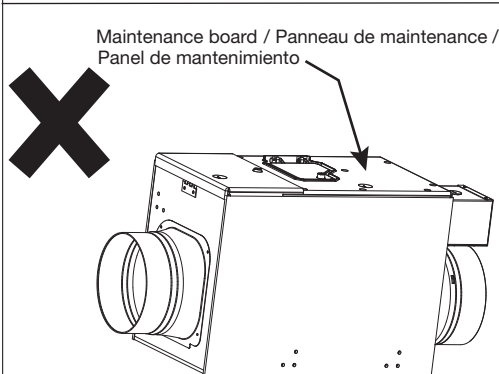
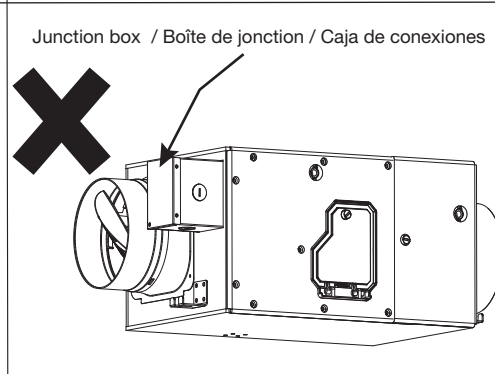

Fig. 3
Fig. 4
**Do not install the product as the directions shown in Fig. 3 and Fig. 4.**
**Ne pas installer ce produit dans le indiqués dans Fig. 3 et Fig. 4.**
**No instale el producto en las direcciones que se muestran en las Fig. 3 y Fig. 4.**